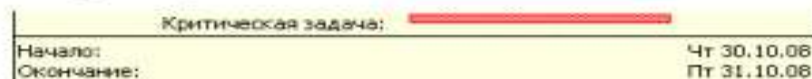

Рис. 53. Информационное окно Критический путь
- Нажмите и удерживайте левую кнопку мыши. На экране появится информационное окно Критическая задача, в котором будут указаны даты начала и окончания оставшейся части работы (рис. 53).